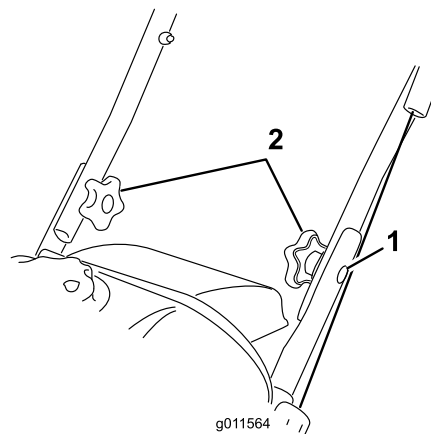

Рисунок 4
2. Вставьте болты с овальными головками в совмещённые отверстия так, чтобы головки болтов находились снаружи рукояток (Рисунок 4).
1. Болт с овальной головкой (2)
3. Установите волнистые шайбы и головки рукояток на болты с овальными головками с внутренней стороны рукояток (Рисунок 4) и **до отказа затяните головки.**